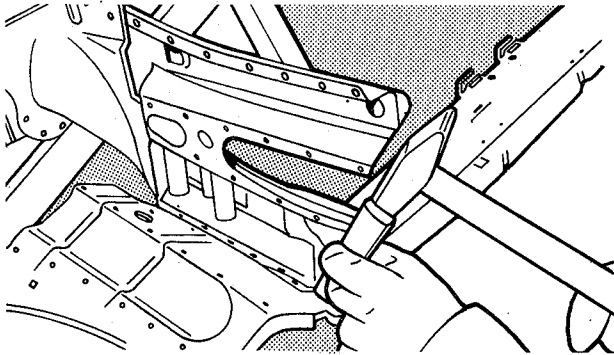

fig. 84
5. Com uma talhadeira, destacar a seção cortada da saia da junção com a longarina, removendo-a, a seguir (fig. 84)